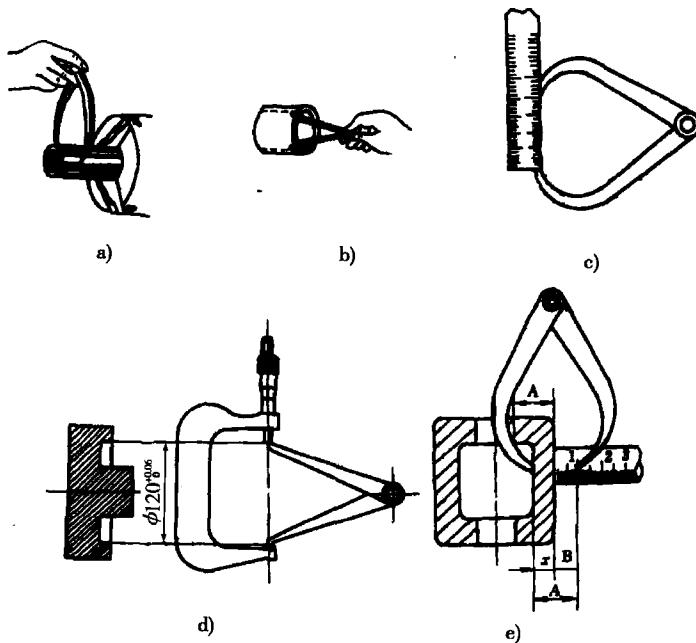

图 1-1-2 卡钳的使用
(1) 卡钳是一种间接测量的简单量具，不能直接测量出长度数值，必须与钢直尺或其他带有刻度值的量具一起使用。卡钳分内卡钳和外卡钳两种。外卡钳可测量外尺寸；内卡钳可测量内尺寸。
(2) 卡钳的使用方法见图 1-1-2，用外卡钳测外圆直径尺寸（见图 1-1-2a），用内卡钳测内孔直径的尺寸（见图 1-1-2b），用钢直尺调对卡钳的尺寸（见图 1-1-2c），用千分尺调对卡钳尺寸（见图 1-1-2d），用卡钳测壁厚尺寸（见图 1-1-2e）。